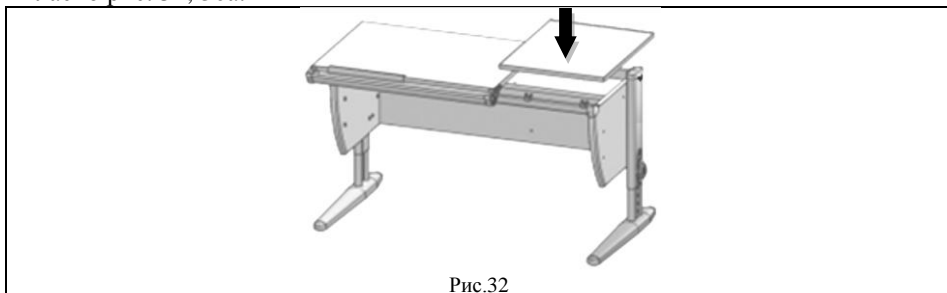

Рис.32
4.6.3. На сборку по п.4.6.2. положить сверху столешницу (сборка по п.4.5.9.) так, чтобы выступы верхних частей шарниров входили в пазы нижних частей шарниров, а оси отверстий совпадали. В отверстия шарниров вставить винты М6х32 (поз. 5, пакет № 76) и навернуть гайки самоконтрящиеся (поз. 3, пакет № 76) согласно рис. 32, 30а.